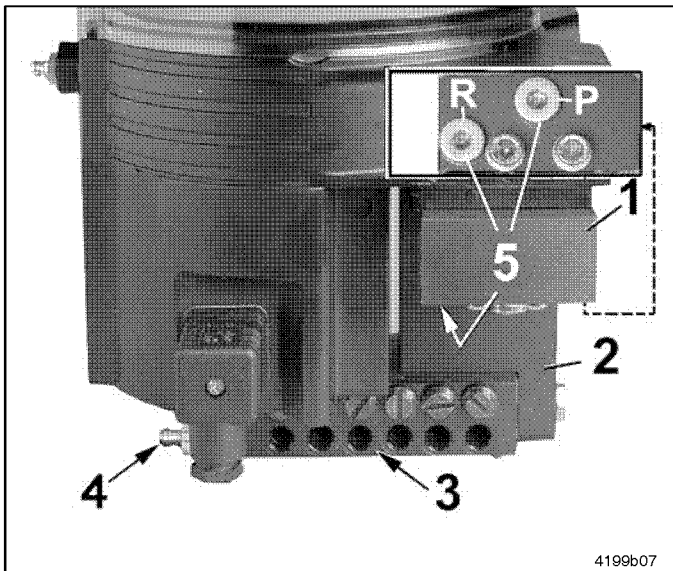

Abb. 6-2 QLS 301 mit unten angebautem SSV-Verteiler
- SSV Verteiler unten montiert (siehe Abb. 6-2)